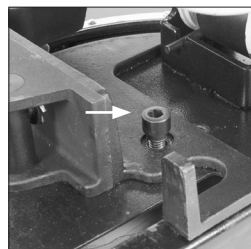

Fig. 6b
- Desserrez la vis à tête creuse. (en utilisant la clé hexagonale fournie). (**Fig. 6b**)